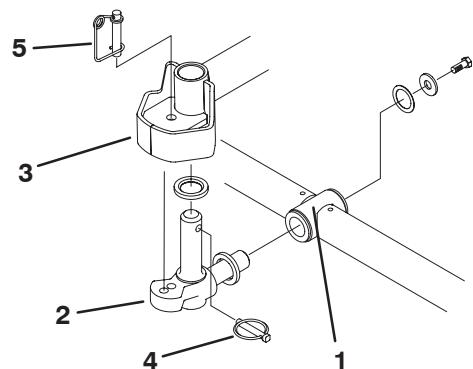

Figura 4
- Introduzca una arandela de empuje en el eje horizontal del pivote tal y como muestra la Figura 4.